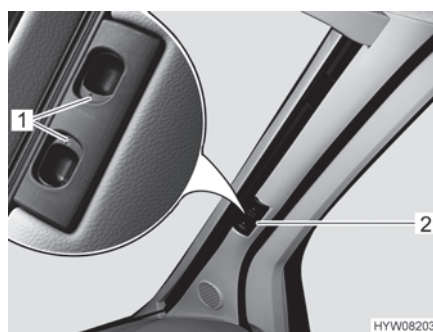

Fig. 23 Dispositif occultant plissé pour le pare-brise
- Pousser les deux moitiés du dispositif occultant plissé pour le pare-brise par la poignée (Fig. 23,2) à fond vers l'extérieur. Déplacer la poignée à l'horizontale en direction de l'évidement de verrouillage.
- Faire s'enclencher les poignées de déverrouillage (Fig. 23,1).